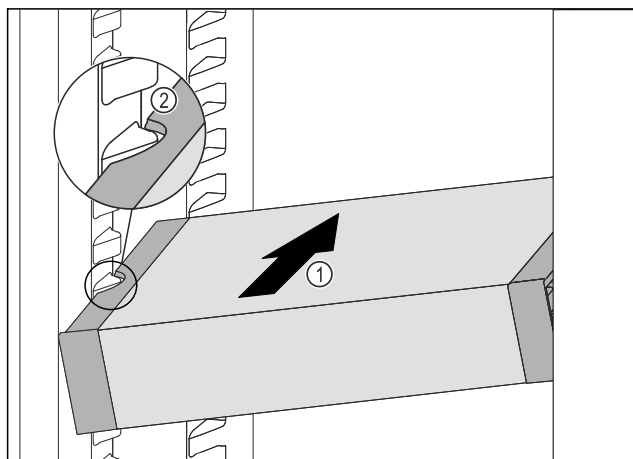

Fig. 156
- Zasuňte VarioSafe do chladničky pod úhlem tak Fig. 156 (1), aby vybrání na bocích Fig. 156 (2) VarioSafe byla na úrovni žebrování na nádoby v chladniče.